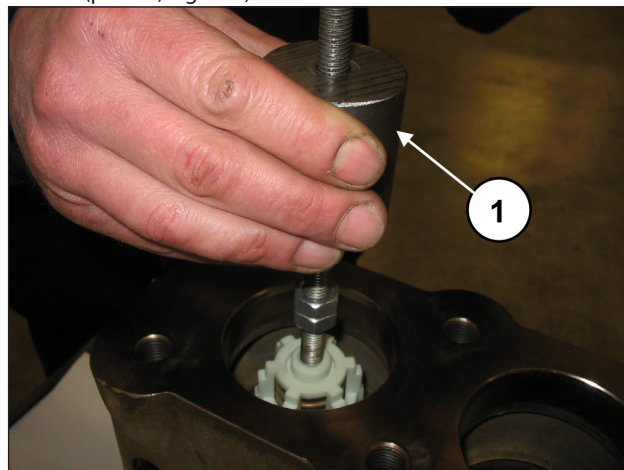

Fig. 110
Extraer el grupo de la válvula de envío introduciendo un extractor de percusión en el orificio M10 de la guía de la válvula (pos. ①, Fig. 110).